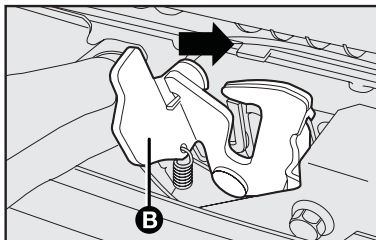

fig. 60
- desplazar la palanca en el sentido de la flecha **B-fig. 60** como se indica en la figura;
Cierre - fig. 60